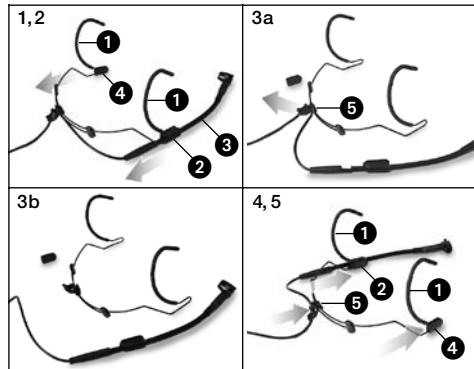

Abb. 2: Mikrofonarm abziehen
- Siehe Abb. 2.
1. Ziehen Sie die Mikrofonarm-Halterung (2) mit dem Mikrofonarm (3) in Pfeilrichtung vom Ohrbügel (1) ab.
2. Ziehen Sie die Abdeckung (4) vom anderen Ohrbügel ab.
3. Ziehen Sie das Kabel aus dem Kabelhalter (5).
4. Schieben Sie die Mikrofonarm-Halterung (2) und die Abdeckung (4) bis zum Anschlag in den Drahtbogen unterhalb des jeweils anderen Ohrbügels (1) ein.